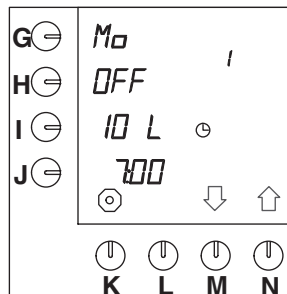

Abb. 12 Serienmäßig vorprogrammierte Einstellung
- Anschließend erscheint die nächste vorprogrammierte Zeiteinstellung im Display (Abb.12).
- Anschließend erscheint die nächste Zeiteinstellung im Display (Abb.12).